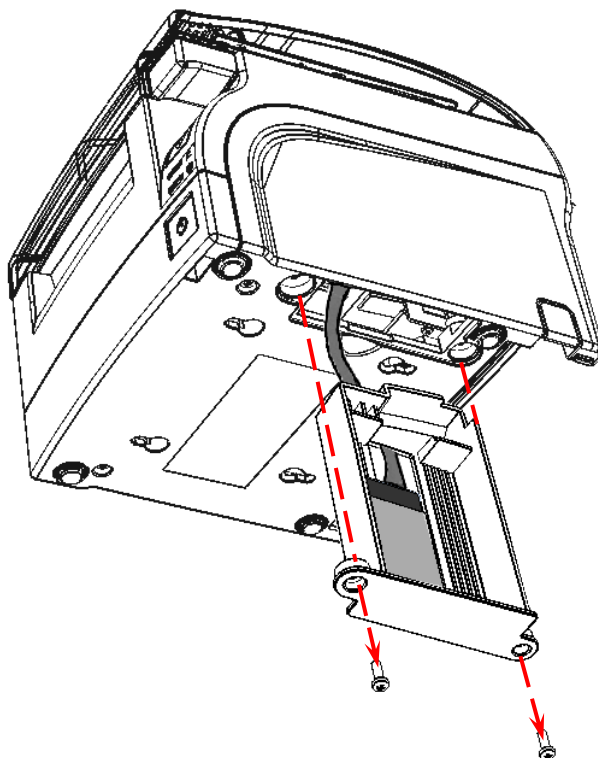

Рисунок 15. Извлечение отсека для ФН из корпуса ККТ
2. Извлечь отсек для ФН, открутив винты крепления. Отключить кабель ФН–ККТ от ФН, извлечь ФН. Смотрите рисунок 15.